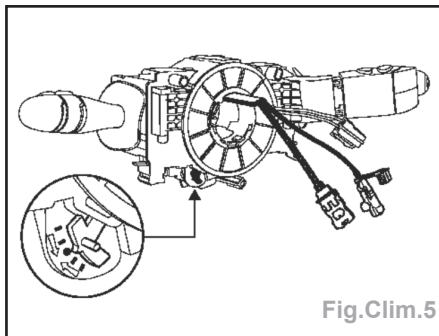

Fig.Clim.5
- en vérifiant que le repère «0» du contacteur tournant soit bien positionné en face de l'index (Fig.Clim.5).